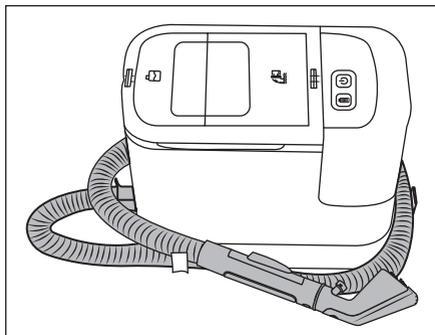

Fig. 10
- ⓘ **Bemærk:** (1) Tøm brugsvandsbeholderen 2, hvis produktet ikke skal bruges i længere tid. (2) Opbevar kun produktet i ren tilstand. Læs og overhold beskrivelsen i kapitlet **Rengøring og vedligeholdelse**.
- ◆ Tag slangeholderen 15 ud af produktet. Læg sprøjte-/sugeslangen 19 om produktet, og brug slangeholderne 15/16 hertil (se fig. 10).